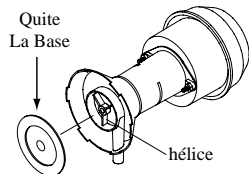

Fig. 9
- **Limpiar la bomba.** Es necesario limpiar la bomba una vez al principio de cada año. Por su propia seguridad, apague la unidad y desconecte el motor y la bomba. Quite la bomba de su montura. Quite la base de la bomba (véase fig. 9). Limpie la bomba. Dé de vuelta a la hélice para verificar que se mueve libremente. Quite el pico de la bomba y vea si está obstruido. Vuelva a colocar la base de la bomba. Coloque la bomba en la unidad y fíjela en su montura. Esto impedirá que se caiga la bomba al agua, lo que dañaría el motor. No se olvide de volver a conectar el tubo de agua a la bomba. La bomba contiene un depósito protector en caso de sobrecalentamiento (se apagará automáticamente).